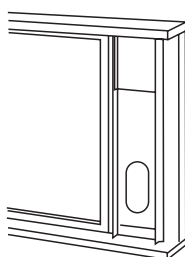

Fig. 16
3. Corte la longitud necesaria de sello de espuma (tipo adhesivo) y adhiéralo a la parte superior de la ventana, como se muestra en la Fig. 16.